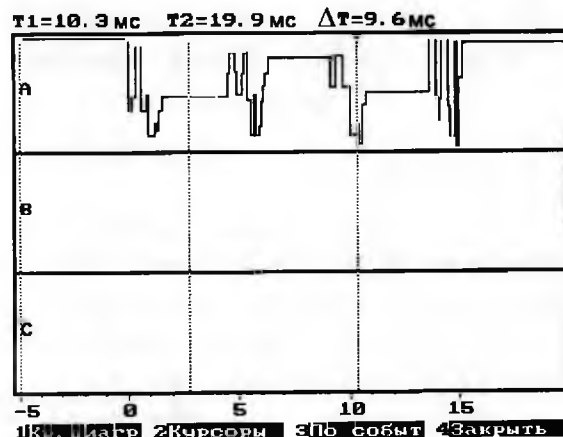

Рис. 11.25
11.6.4. Для просмотра осциллограммы нажать кнопку F1 (функция - Осциллограмма) (рис. 11.25).